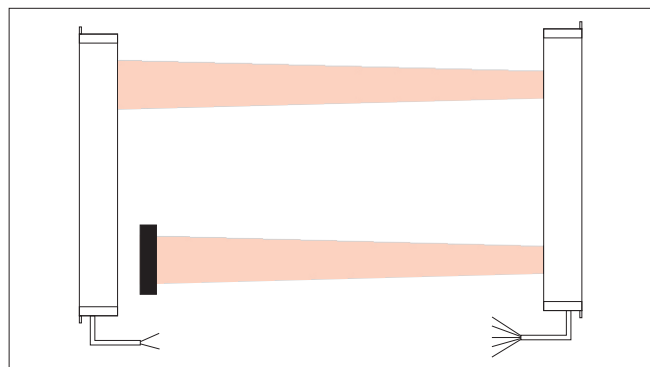

Figura 4
- Tampe a lente inferior do receptor e verifique se o led indicativo de sintonia da unidade receptora permanece apagado (Figura 4), caso o led acenda, ajuste novamente a sintonia;